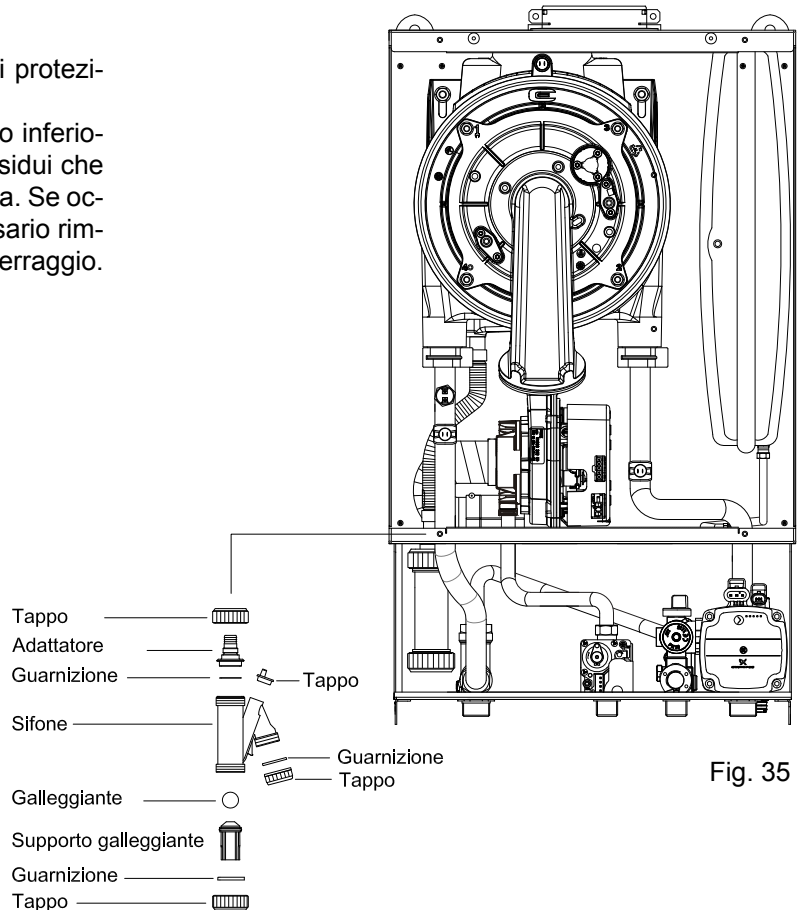

Fig. 35
7.11 - PULIZIA E SOSTITUZIONE RACCOGLI CONDENSA (Fig. 35)